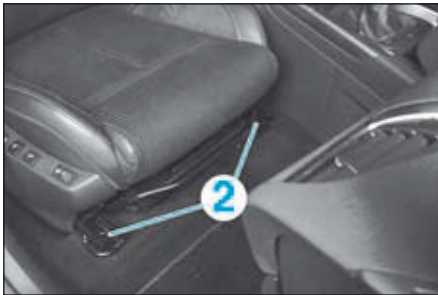

FIG.7
- Déposer les vis (2) (Fig.7).